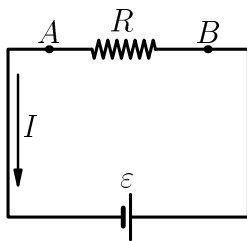

Figura 1: Circuit amb una resistència i una font de tensió.
Per dur a terme aquest estudi fareu servir el circuit de la figura 1, que consta d'una resistència d'uns $200\ \Omega$ i una font de tensió variable ε .
- Munteu el circuit representat a la figura 1.